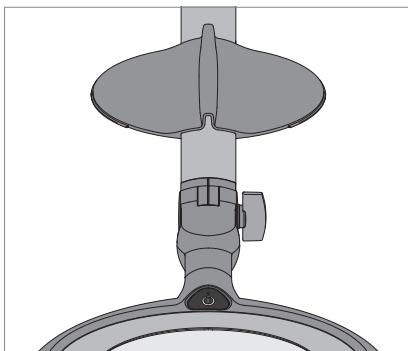

Rys. 3: Montaż osłony lupy
- ▶ Ścisnąć górną część osłony lupy, patrz Rys. 3.